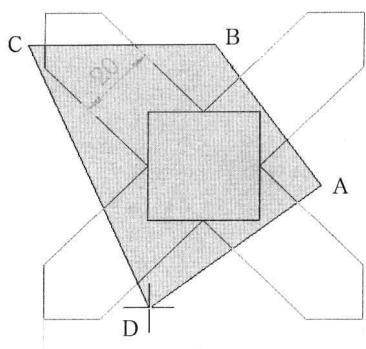
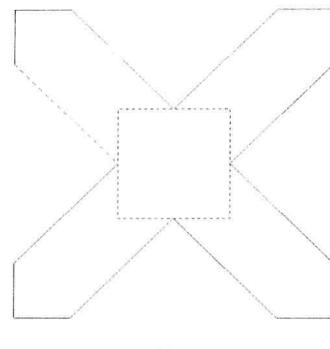
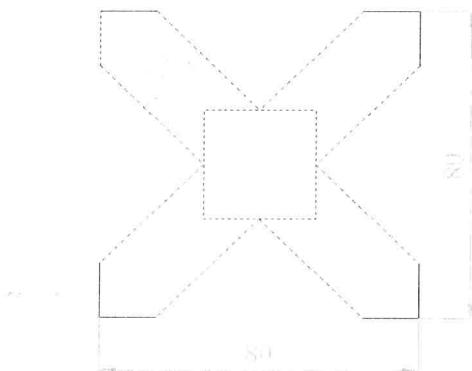

图 4-1-4
图 4-1-5
图 4-1-6
(1) 在“修改”面板单击“移动”按钮 + , 命令行提示“选择对象”, 输入“wp”, 按 Enter 键, 开始执行窗口多边形选择。
(2) 在视图中依次单击 A、B、C、D 点, 定义一个完全包含要选择的对象的蓝色多边形区域, 如图 4-1-4 所示。按 Enter 键, 闭合多边形选择区域, 选中区域内的对象, 如图 4-1-5 所示, 被选中的对象会呈虚线显示, 并在命令行中提示选中了几个对象。
(3) 在命令行提示“选择对象”后, 若输入“cp”, 按 Enter 键, 则开始执行交叉多边形选择。
(4) 在视图中单击, 指定与图 4-1-4 相同的多边形选择区域, 按 Enter 键, 既可选中区域内的对象, 也会选中与该区域相交的对象, 如图 4-1-6 所示。